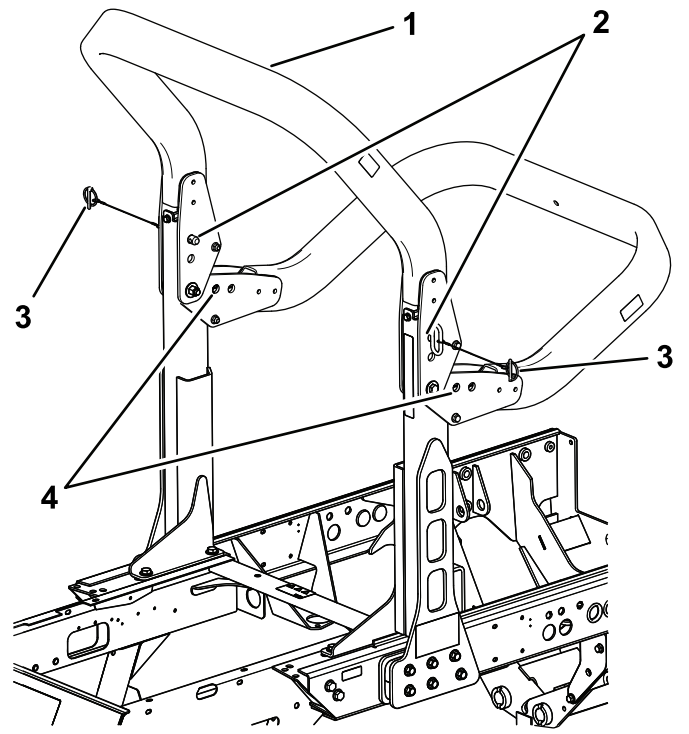

Figura 60
2. Suporte o peso da estrutura superior da barra de segurança enquanto remove os pinos de encaixe e os passadores de forquilha dos suportes articulados (Figura 60).